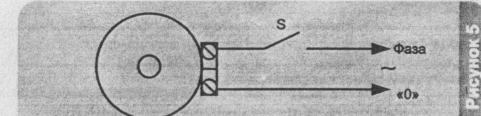

Рисунок 5
- соедините кабель с электропитанием в соответствии с монтажной схемой (см. Рис.5)
- закрепите переднюю решетку (A) на корпусе винтами.